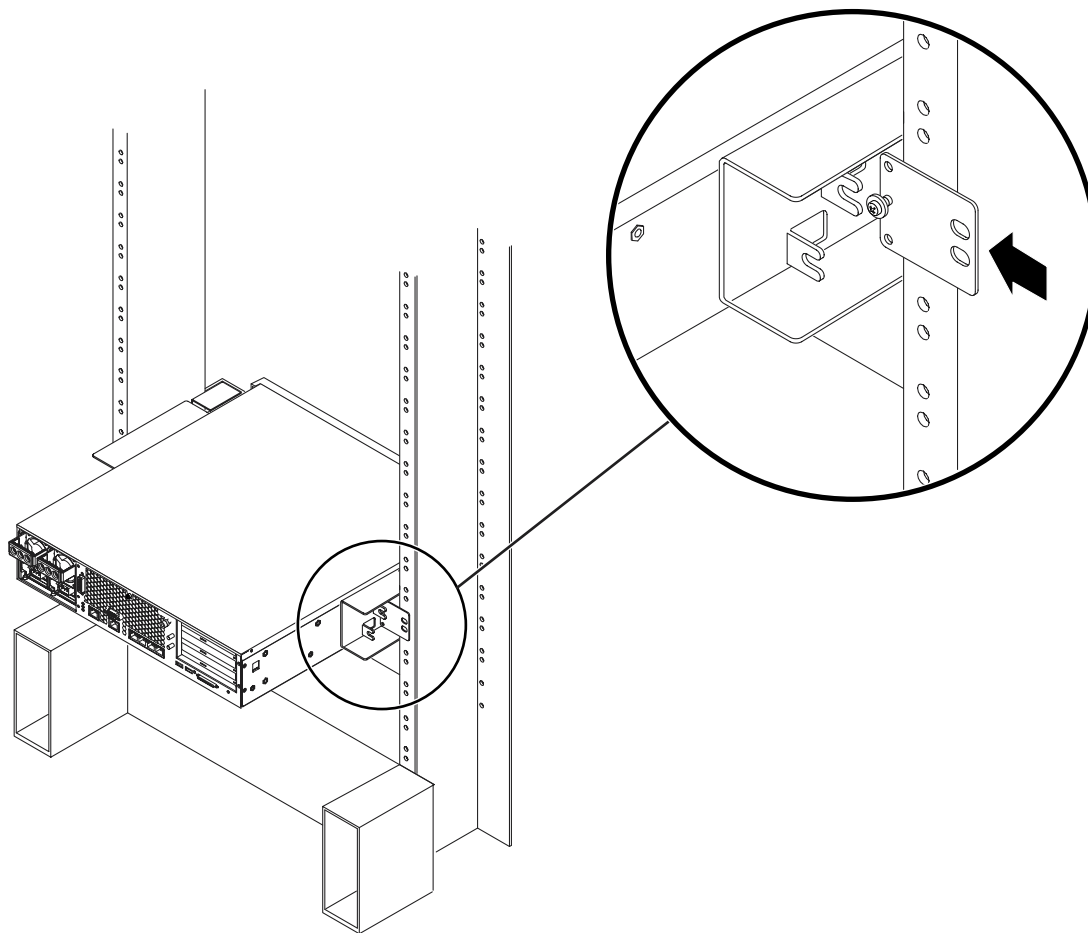

图 3-28 将后端固定片安装到侧托架上
- b. 向内滑动后端固定片，使固定片上的螺钉嵌入到侧托架上的其中一个孔眼中，这样螺钉头朝向服务器的后端，并且后端固定片的另一侧位于机架支柱的前端（图 3-28）。
- c. 拧紧螺钉，将后端固定片固定到侧托架上的孔眼（图 3-28）。